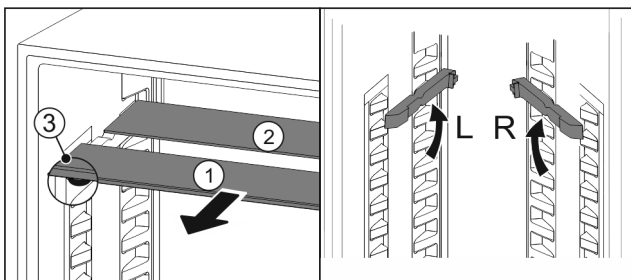

Fig. 57
- ▶ Glasplatten einzeln nach vorne herausziehen Fig. 57 (1).
- ▷ Glasplatte Fig. 57 (1) mit Zierleiste liegt vorne.
- ▷ Stopps Fig. 57 (3) zeigen nach unten.